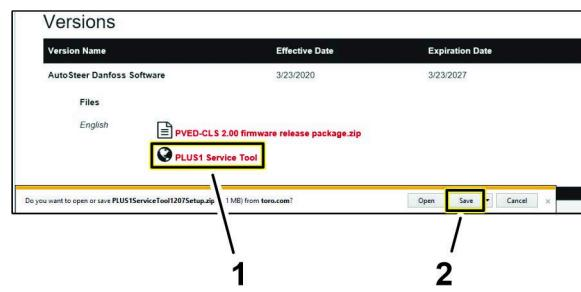

Figura 18
7. En la página Información del documento, haga clic en el enlace Plus1 Service Tool (Figura 18)
8. Haga clic en el botón Guardar (Figura 18).